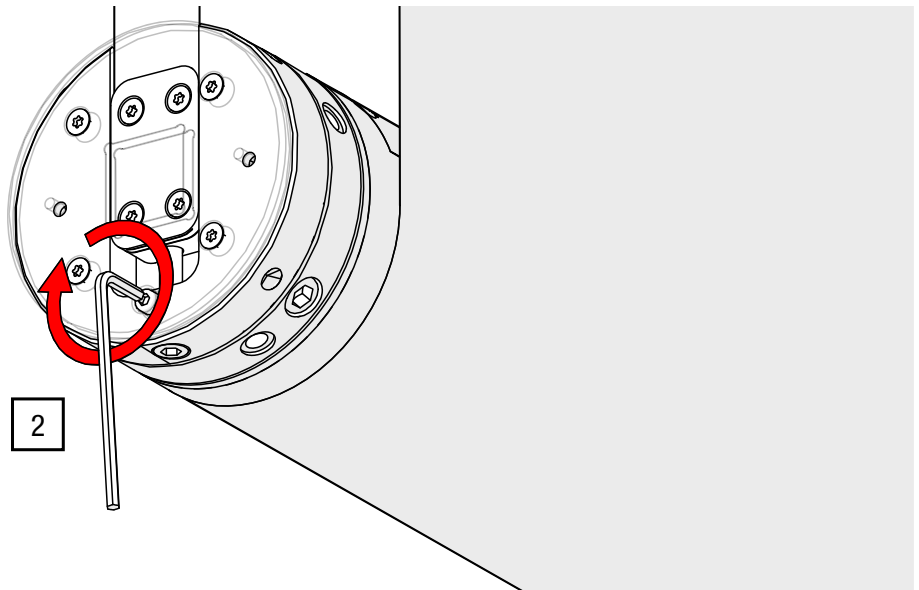

Abb. 34: Nivellierung einstellen – Sicherungsschraube lösen
2. Lösen Sie die Sicherungsschraube mit einem ISK SW 5 mit ca. einer halben Umdrehung (siehe Abb. 34).
5. Ziehen Sie die in Schritt 2 (siehe Abb. 34) gelöste Sicherungsschraube mit einem ISK SW 5 handfest an.